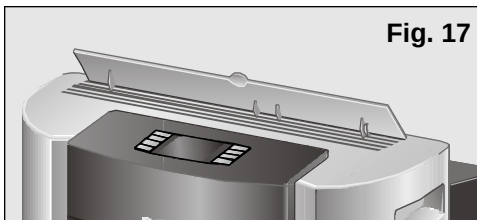

Fig. 17
- ☐ Alzate l'orientatore dell'aria situato nella parte superiore dell'apparecchio, **Fig. 17**.